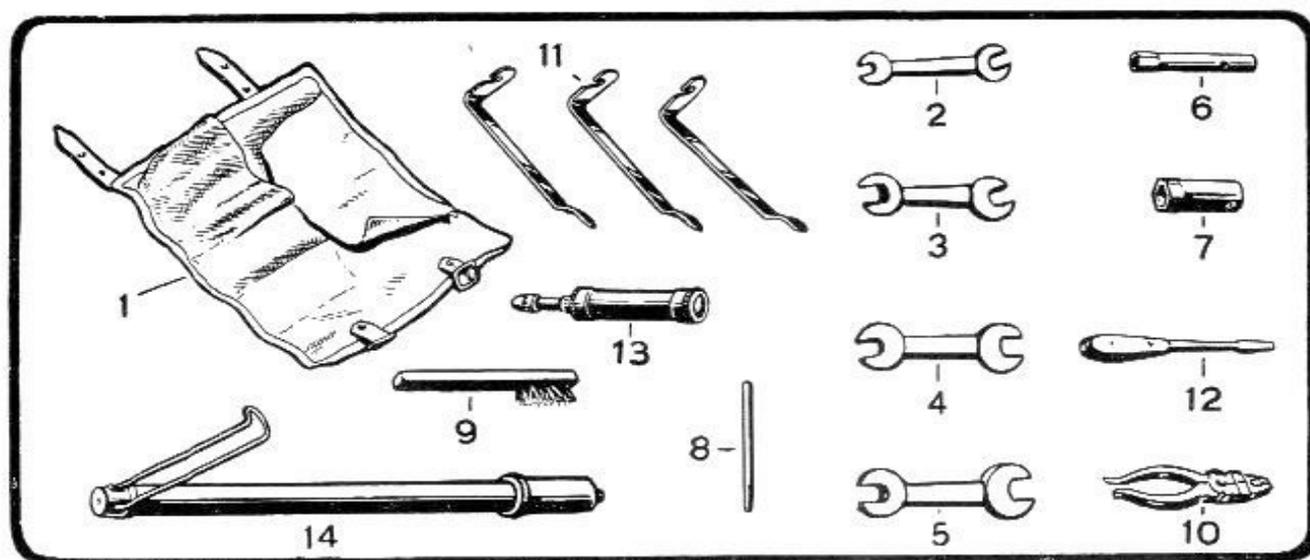

Fig. 4 - Dotazione individuale chiavi ed utensili.
- smontare la candela (2 fig. 9) servendosi della chiave di dotazione (7 fig. 4).